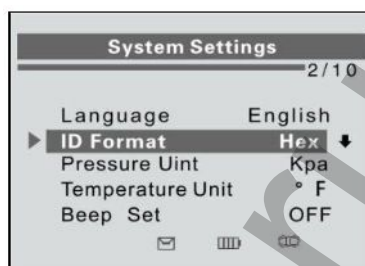

Рисунок 2-4
1) В окне **System Settings** [Параметры системы] с помощью **кнопок прокрутки вверх/вниз** выберите пункт **ID Format** [Формат идентификатора], а затем нажмите кнопку **Y**. См. рисунок 2-4.